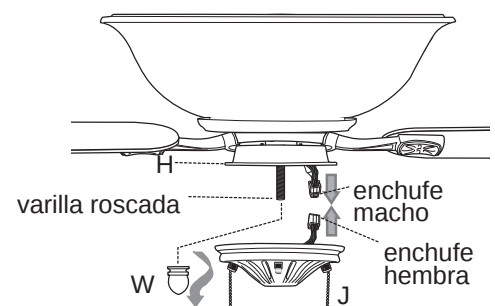

Fig. 7
7. Quite el adorno con rosca (W) de la varilla roscada de la placa de la caja del interruptor (H). Guarde para uso más adelante. Levante la caja del interruptor (J) a la placa de la caja del interruptor (H). Conecte el enchufe macho del bastidor del motor (D) al enchufe hembra de la caja del interruptor (J) y con cuidado arregle los cables dentro de la caja del interruptor (J). [Fig. 7] Asegúrese de que los enchufes se conecten bien.